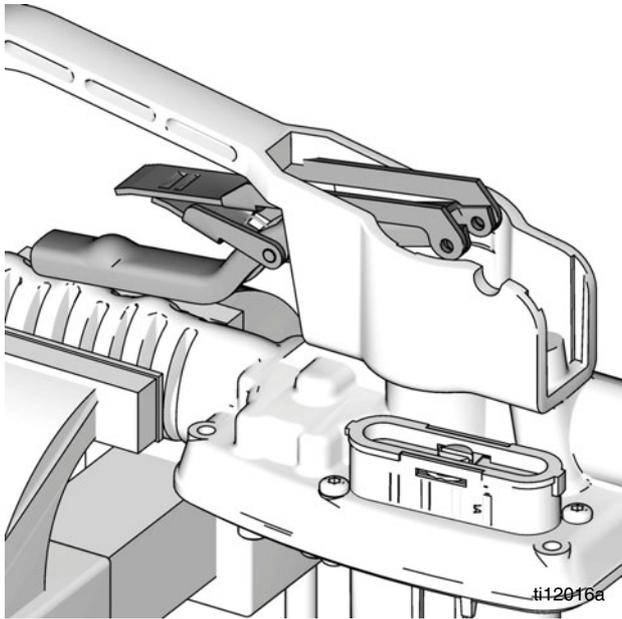

FIG. 29
- e. Instale el conjunto del disparador (FIG. 29). Alinee los orificios del conjunto del disparador con los orificios de la varilla de disparo.